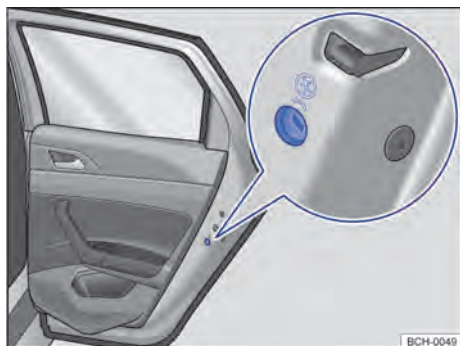

Fig. 56 Na porta traseira (lado direito): localização da trava de segurança para crianças.
- Introduzir a haste da chave na ranhura da trava de segurança para crianças para ativar ou desativar → Fig. 56.